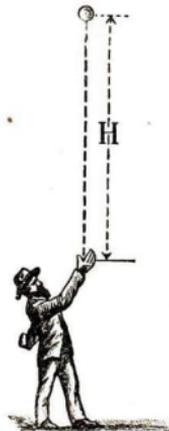

Abb. 393
5. Wieviel Arbeit kann eine Masse mit der Geschwindigkeit v leisten? Dies lehrt uns am einfachsten der lotrechte Wurf (Abb. 393).